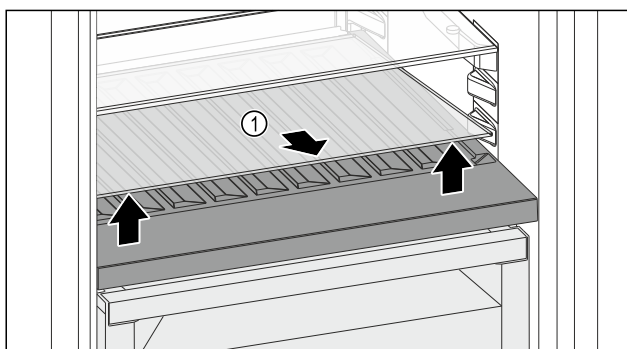

Fig. 86
- ▶ Glasplatte Fig. 86 (1) an der Aussparung vorne anheben und herausnehmen.
- ▶ Glasplatte Fig. 86 (1) außerhalb des Geräts sicher aufbewahren.